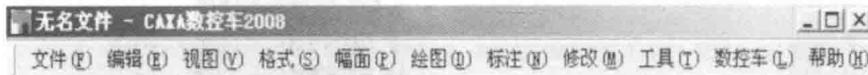

图 1-1-4 主菜单区
(1) 主菜单区。如图 1-1-4 所示, 主菜单位于屏幕的顶部。它由一行菜单条及其子菜单组成, 菜单条包括文件、编辑、视图、格式、幅面、绘图、标注、修改、工具、数控车和帮助等。每个部分都含有若干层下拉菜单。